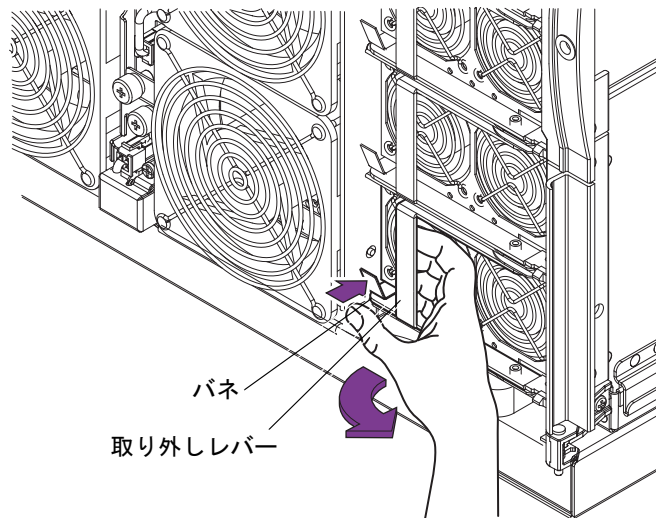
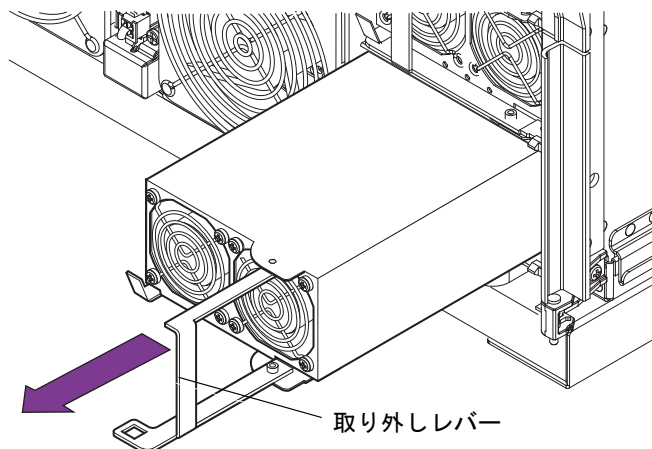

図 8-2 電源装置のラッチの解除
図 8-3 電源装置の取り外し
4. 電源装置のラッチを解除します (図 8-2 および図 8-3)。
- b. システムから電源装置を取り外します (図 8-3)。
3. 取り外しレバーを電源装置から引き出します (図 8-3)。